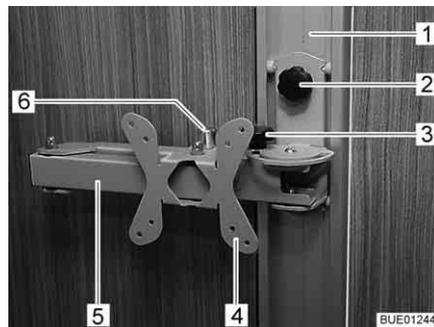

Bild 45 Halterung an Schiene
- Knebelschraube (Bild 45,2) lösen und Halterung (Bild 45,4) in der Schiene (Bild 45,1) in gewünschte Höhe bringen.
- Knebelschraube (Bild 45,3) lösen.
- Entriegelungsknopf (Bild 45,6) ziehen. Der Gelenkarm (Bild 45,5) ist entriegelt.
- Knebelschraube (Bild 45,3) wieder festziehen.
- Flachbildschirm in Ausgangslage zurückschwenken, bis Gelenkarm (Bild 45,5) hörbar in die Verriegelung einrastet.
- Knebelschraube (Bild 45,2) lösen, Halterung (Bild 45,4) in gewünschte Höhe bringen und Knebelschraube wieder festziehen.